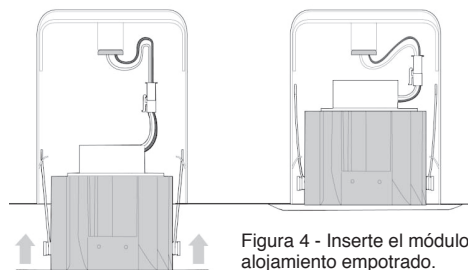

Figura 4 - Inserte el módulo cuidadosamente en el alojamiento empotrado.
6. Coloque cuidadosamente los cables dentro del dispositivo y empuje el módulo hasta que quede al ras con la superficie del techo (como se ilustra en la Figura 4).